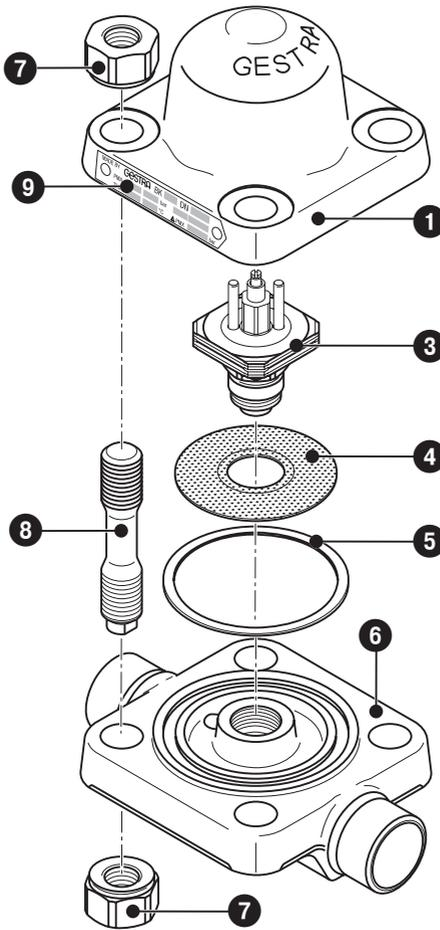
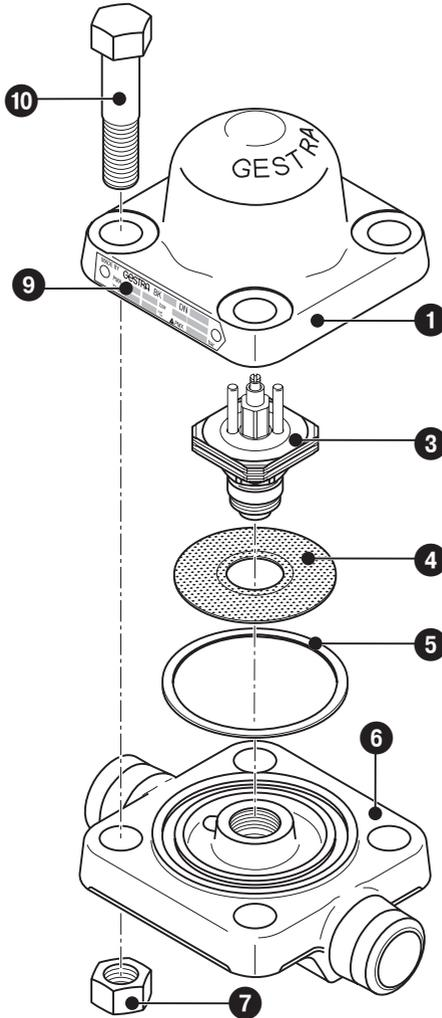
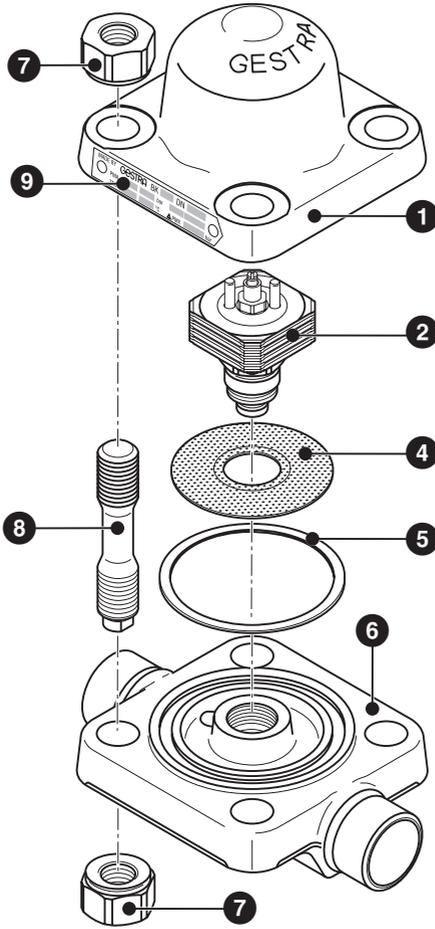
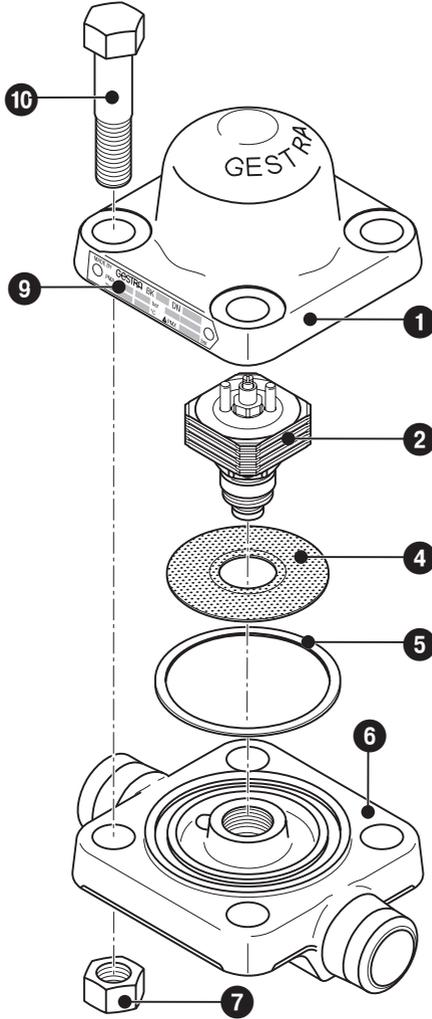

Fig. 2
Fig. 3
Fig. 4
Fig. 5
2. Haube ❶ von Gehäuse ❷ demontieren. **Fig. 2, Fig. 3, Fig. 4, Fig. 5**
3. Thermovit®-Regler ❸ oder ❹ mit einem Maulschlüssel demontieren.
4. Thermovit®-Regler ❸ oder ❹ herausschrauben und Schmutzsieb ❺ abnehmen.
6. Dichtflächen von Dichtringresten befreien und neuen Dichtring ❻ einlegen.
7. Dichtflächen an Gehäuse ❷ und Thermovit®-Regler ❸ oder ❹ reinigen.
8. Schmutzsieb ❺ reinigen und einlegen.
9. Thermovit®-Regler ❸ oder ❹ montieren und gemäß der **Tabelle Anzugsmomente** anziehen.
10. Gewinde der Schraubenbolzen mit Dehnschaft ❽ oder der Schraubenbolzen ❿ mit temperaturbeständigem Schmiermittel bestreichen (z.B. OKS 217®)
11. Haube ❶ aufsetzen, Schraubenbolzen mit Dehnschaft ❽ oder Schraubenbolzen ❿ mit Sechskantmutter ❼ montieren und gemäß der **Tabelle Anzugsmomente** über Kreuz festziehen.